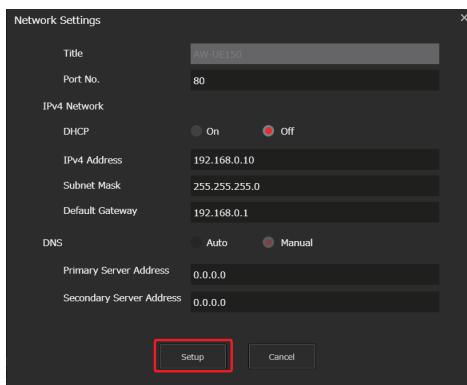

図 3
- 4 ネットワークの各項目を入力し、[Setup] ボタンをクリックする。(図 3)